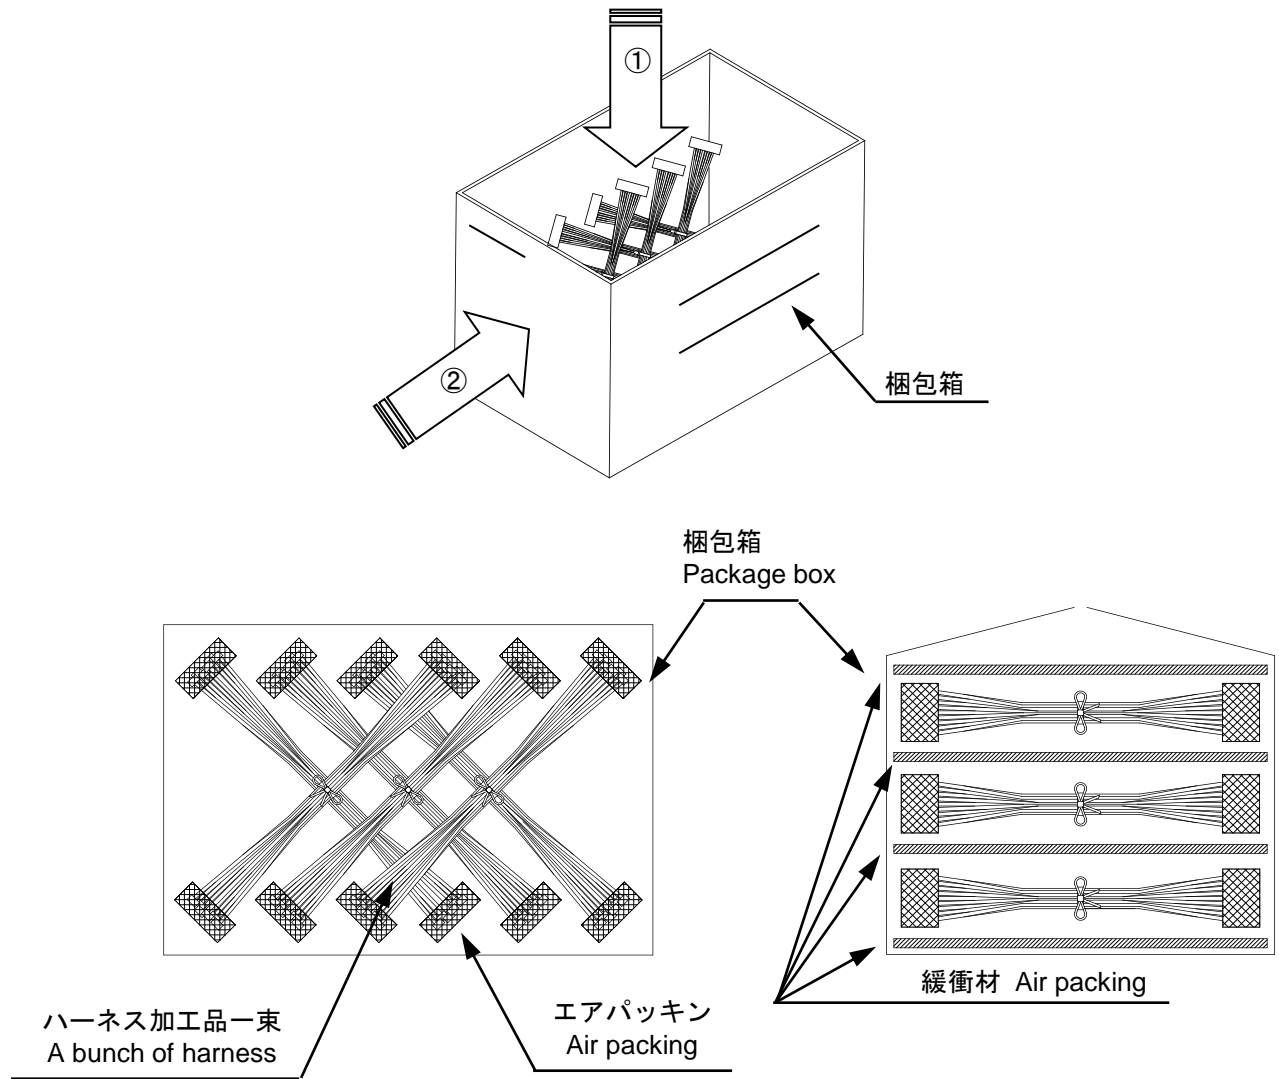

Fig.6-2 梱包状態図
- ② 梱包箱に束ねたハーネス加工品を入れる。尚、下図（Fig. 6-2）は推奨参考例ですが、ハーネス長が長いなどの理由で他の梱包方式で御使用される場合にも段積みによる荷重等の負荷がコネクタに長時間加わらない様御配慮をお願い致します。
Figure below (Fig 6-2) is one of examples for recommended reference. Please take measure not to add force to connector for a long period of time by stacking if you pack by different packing method for long harness.
※ハーネス加工品の束を梱包箱に入れる際、積み重ねによる荷重等の負荷がコネクタに長時間加わらない様に、箱に合わせた形で製品を交互（十字型）に重ね合わせてください。（Fig.6-2 ①）
※When packing bundle of harness after processing in a package box, please follow instructed packaging and avoid applying excessive load or force to harnesses. (cross shape) (Fig.6-2 ①)
※梱包箱底面には、緩衝材等を敷いてください。また、段積みによる荷重等の負荷がコネクタに長時間加わらない様に、緩衝材を敷く等の御配慮をお願い致します。（Fig.6-2 ②）
※Please lay air packing etc. on the bottom of package box. In order to prevent force from applying to connectors for a long time by piling up package boxes, please lay air packing etc. (Fig.6-2 ②)